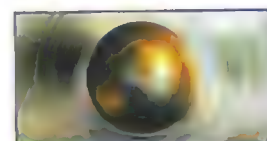

**Figura 13.**
- **Desenfocar y desenfocar más (nº1 figura 13):** estos primeros filtros crean un sencillo desenfoque de la imagen. No tienen parámetros configurables y la única manera de desenfocar más una imagen es aplicando varias veces el filtro. En el ejemplo hemos aplicado en primer lugar el filtro desenfocar y luego añadimos dos veces consecutivas el filtro desenfocar más. El resultado lo podéis ver en la imagen 1 de la figura 13.
- **Desenfoque de movimiento (nº2 figura 13):** podremos crear con este filtro desenfoques de movimiento. Se usa mucho para simular desplazamientos rápidos de fondo tales como los que aparecen en algunos anuncios de coches simulando velocidad. Los parámetros seleccionables son el ángulo que
- **Desenfoque gaussiano (nº3 figura 13):** crear un desenfoque parecido al que elaboramos con desenfocar y desenfocar más aunque con este nuevo filtro de desenfoque podemos seleccionar la cantidad de desenfoque que queremos con respecto al valor que otorguemos al parámetro radio. En el ejemplo, nosotros aplicamos un desenfoque gaussiano de radio 9,4.
- **Desenfoque suavizado (nº4 figura 13):** otro de los desenfoques que podemos crear es este desenfoque suavizado que precisamente lo que hace es eso, suavizar el desenfoque en función de varios parámetros configurables. Como parámetros nos encontramos radio, umbral, calidad (alta, media, baja) y modo (normal, solo borde, superponer borde).